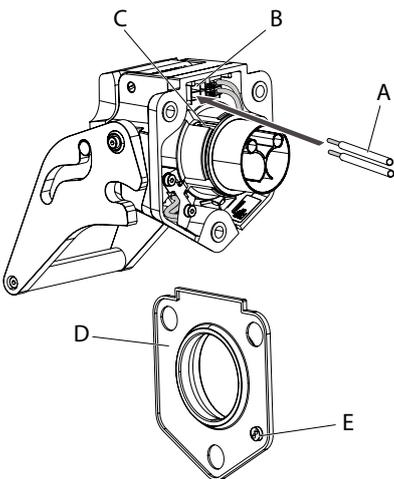

Abb. 25:
1. Die abisolierten Kabelstifte des Schnappschalters an der Klemmleiste (B) an die Klemmen SQ1 und SQ2 (leere Kammern links) anklemmen (**Abb. 25**).
2. Die anderen Enden der Kabel durch die Öffnung (C) an der Kontakthalterung und dem Kontakteinsatz aus der Dose herausführen.
2. Dichtung (D) an der vorgesehenen Stelle (E) mit spitzem Werkzeug durchstoßen und die 2 Kabelstifte an der durchstoßenen Stelle (E) durch die Flanschichtung ziehen.